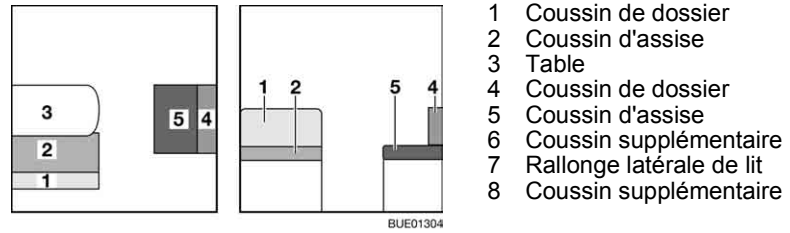

Fig. 132 Avant la transformation
- Convertir la table (Fig. 132,3) en sommier de lit (voir paragraphe 6.11).
- Enlever le coussin de dossier (Fig. 132,1) et le placer de côté.